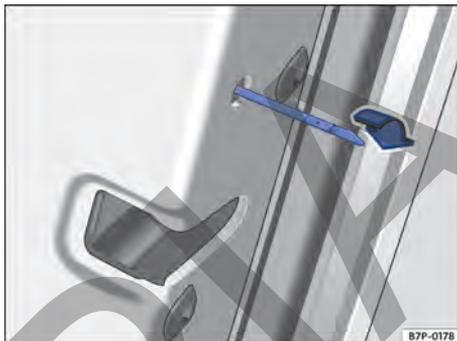
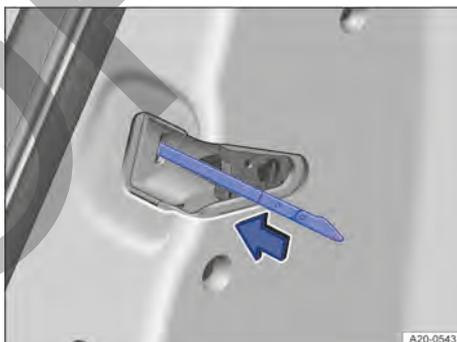

Fig. 46 En el frontal de la puerta trasera derecha: bloqueo de emergencia del vehículo con la llave de emergencia (variante 1).
Fig. 47 En el frontal de la puerta trasera derecha: bloqueo de emergencia del vehículo con la llave de emergencia (variante 2).
2. Dado el caso, retire la junta de goma  del frontal de la puerta → fig. 46.
3. Introduzca la llave de emergencia en la ranura vertical y gírela → fig. 46 o → fig. 47.